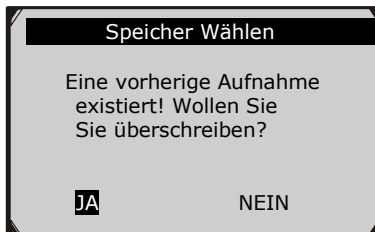

Figure 5.23
- Wenn Sie eine position mit einem Sternchen (*) Symbol auswählen, fordert eine Meldung auf alte Aufnahme zu überschreiben. (Abbildung 5.23)